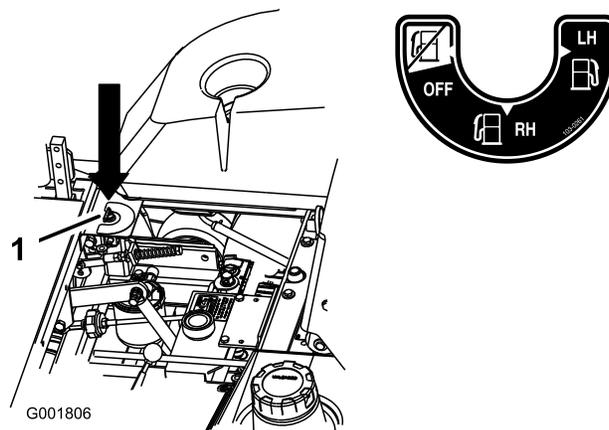

Figure 7
La machine possède deux réservoirs de carburant : un à gauche et un à droite. Chaque réservoir est raccordé au sélecteur d'où part une conduite d'alimentation commune reliée au moteur (Figure 7).
Pour utiliser le réservoir de carburant gauche, tournez le sélecteur vers la gauche (LH). Pour utiliser le réservoir de carburant droit, tournez le sélecteur vers la droite (RH) (Figure 7).